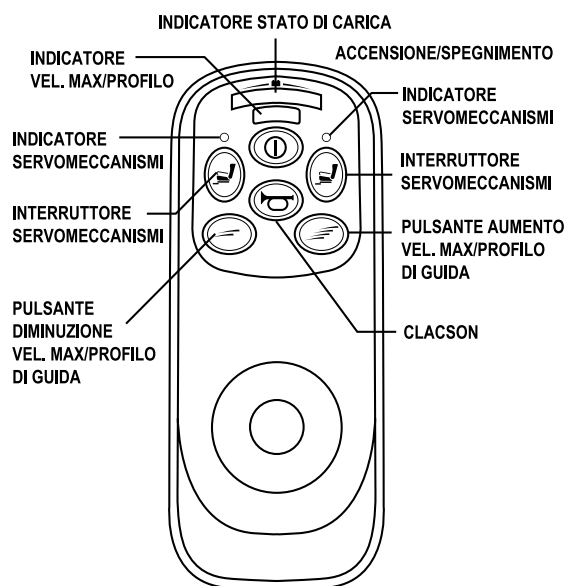

Figura 18a. Tastierino VSI
2. tastierino (si veda figura 18a.)
Il tastierino è situato davanti al joystick. Ciascun tasto corrisponde ad una funzione della Jazzy. Si veda figura 18a.
L'indicatore dello stato di carica è situato immediatamente davanti al joystick. Si veda figura 18a. Si tratta di una barra illuminata a dieci segmenti che indica che la centralina VSI è attiva e fornisce la lettura della carica e dello stato dell'impianto elettrico.